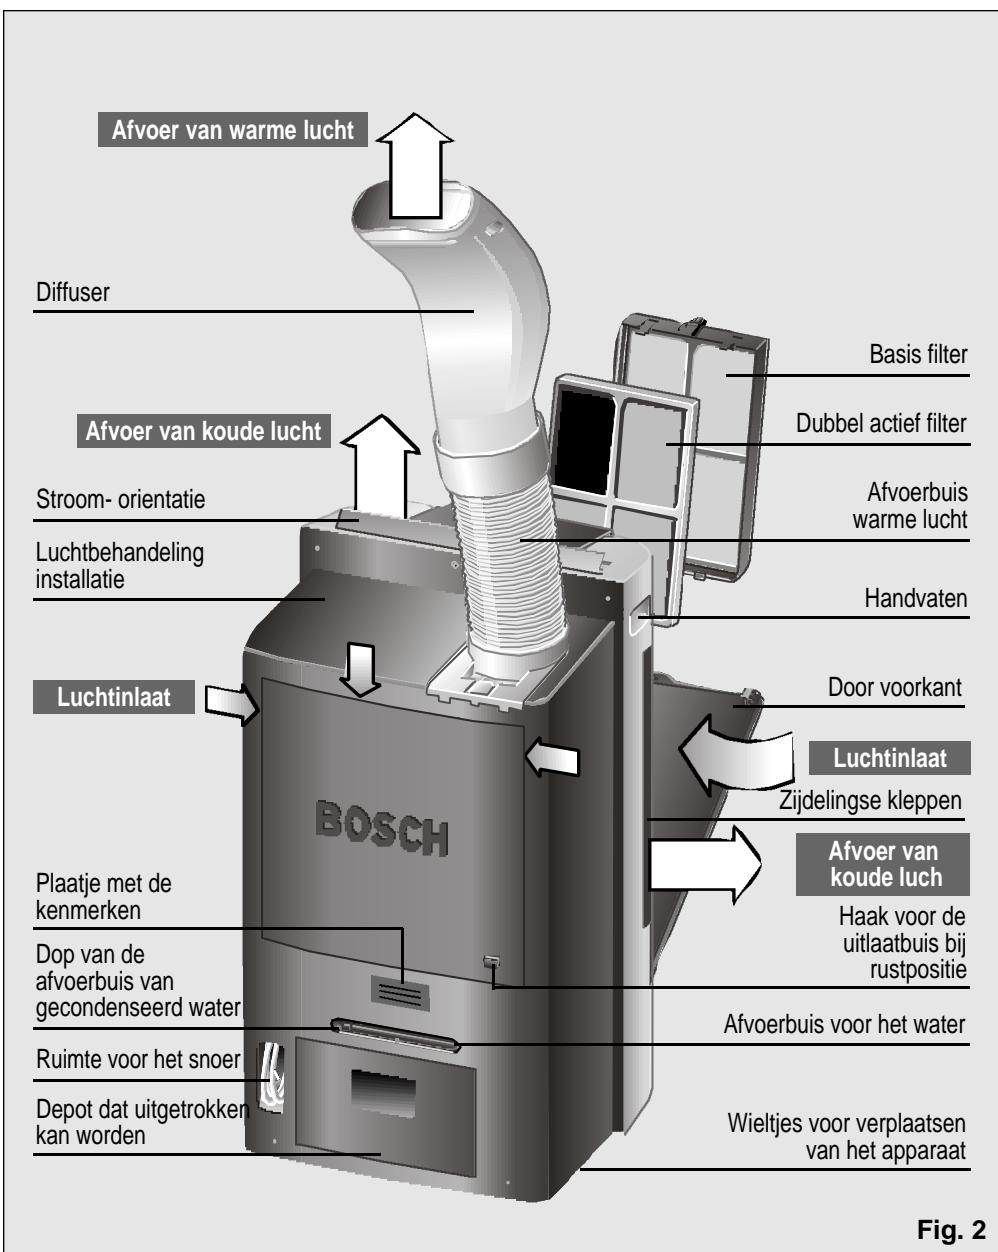

Fig. 2
Para tal, quando comunique a avaria, indique o modelo (**E-NR**) e o nº de fabrico (**FD**) do seu aparelho, que poderá consultar na placa de características, **Fig. 2**.
- Het snoer dat op het net aangesloten wordt beschikt over een opbergplaats aan de achterkant van het apparaat. Zie **Fig. 2**.